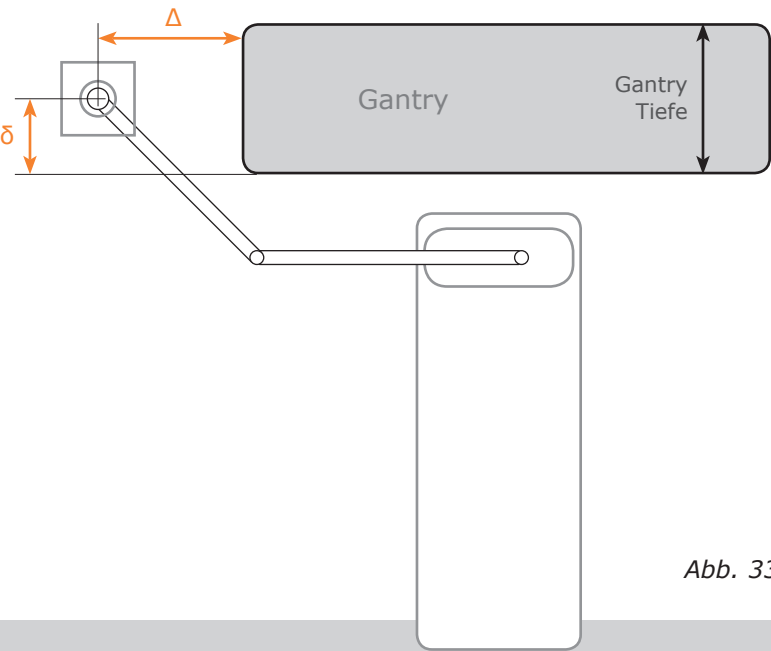

Abb. 33
12.3.1 Der empfohlene vertikale Abstand (δ) ist zentriert im Bezug zur Gantry-Tiefe, s. Abb. 33.
12.3.2 Der empfohlene horizontale Abstand (Δ) ist der seitliche Versatz im Bezug zur Gantry, s. Abb. 33. Der Wert Δ basiert auf der Tiefe der Gantry und wird berechnet, um eine maximale Bewegung des Portegra2-Arms zu erlauben. Halten Sie den Portegra2-Arm Δ cm von der Gantry entfernt, um sowohl Portegra2 und die Gantry zu schützen und eine uneingeschränkte Neigung der Gantry zu ermöglichen, s. Abb. 33. Diagramm/Abb. 34 zeigt die Δ -Werte für verschiedenen Gantry-Tiefen.